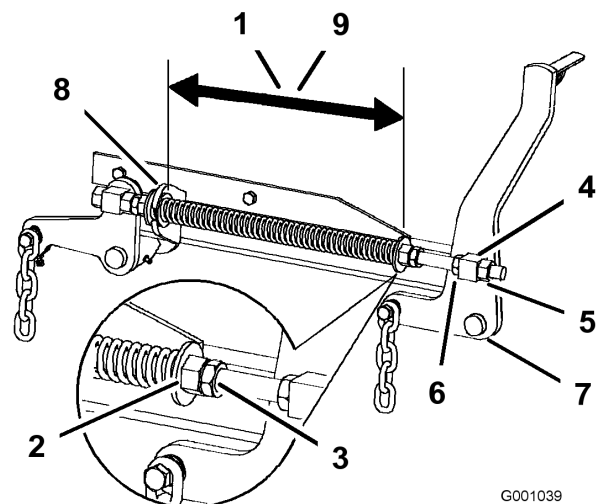

Figura 73
2. Compruebe la distancia entre las dos arandelas grandes, que debe ser de 28,2 cm (11-1/8 pulg.) para plataformas de cortacésped de 52 pulgadas, o 26,7 cm (10-1/2 pulg.) para plataformas de cortacésped de 60 pulgadas (Figura 73).
3. Ajuste esta distancia aflojando la contratuercas elástica y girando la tuerca que está delante de cada muelle (Figura 73). Gire la tuerca en el sentido de las agujas del reloj para acortar el muelle y en el sentido contrario a las agujas del reloj para alargar el muelle.
4. Fije la tuerca en la posición deseada apretando la contratuercas elástica (Figura 73).